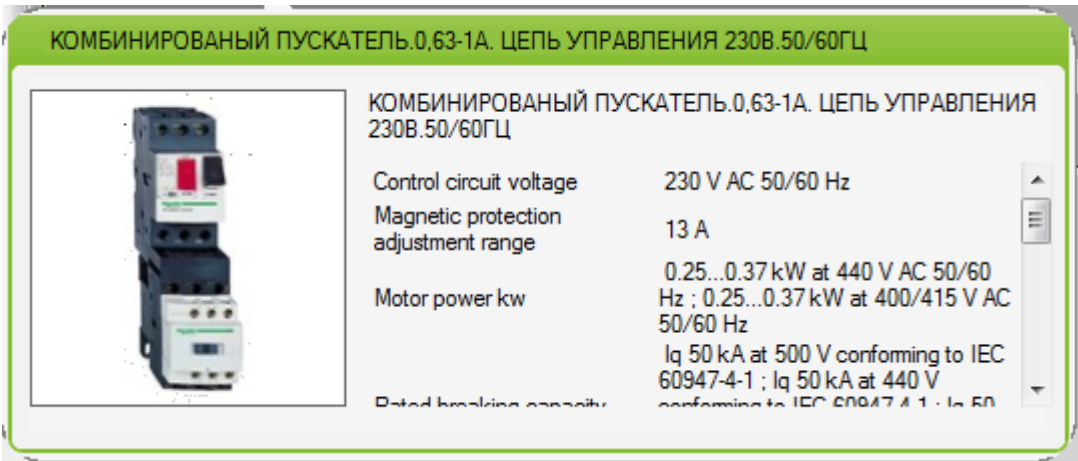

Рис. 41
4.	Режимы отображения списка доступных устройств: Список Отображается значок с изображением и описание устройства. Для подробного просмотра технических характеристик устройства, щелкните по нему ПКМ – см. Рис. 41. Крупный Изображение устройства отображается крупнее, на описание устройства отведено меньше места. Подробный Изображается таблица, в которой перечисляются все технические характеристики для каждого из устройств.